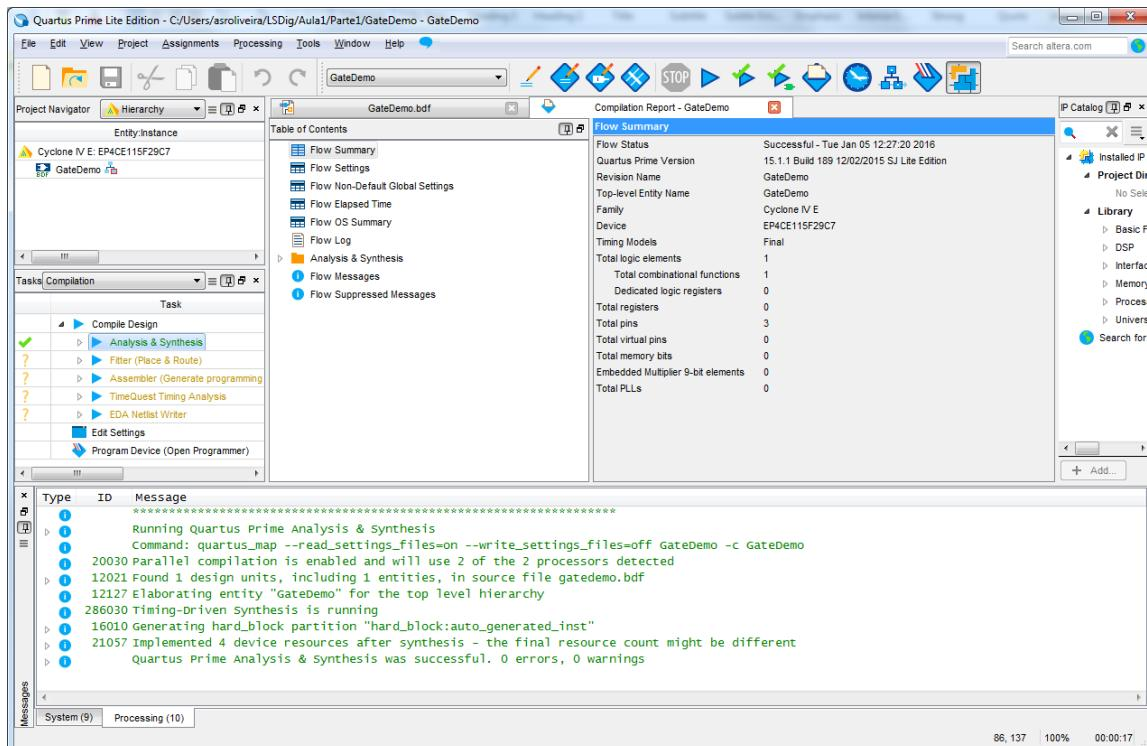

Figura 15 – “Quartus Prime” IDE após a execução da “Analysis & Synthesis”.
**8.** Seguidamente vai ser validado por simulação o comportamento da porta lógica utilizada. No entanto, antes de efetuar a simulação, execute a opção “Analysis & Synthesis” para que seja analisada a correção estrutural do projeto. Após a execução da “Analysis & Synthesis” o IDE deve apresentar o aspeto da Figura 15.